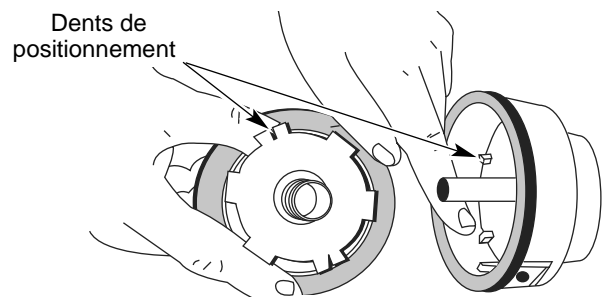

Fig. 14
5. Vérifiez l'état d'usure des dents de positionnement sur le moulinet intérieur et la bobine extérieure (Fig. 14). Enlevez les barbes ou remplacez le moulinet et la bobine au besoin.